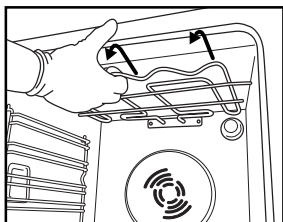
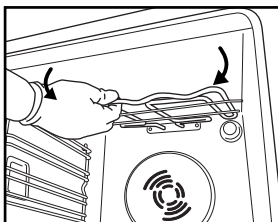

Fig. 2
Fig. 3
2. Dégagez légèrement la résistance (Fig. 2) et abaissez-la (Fig. 3).